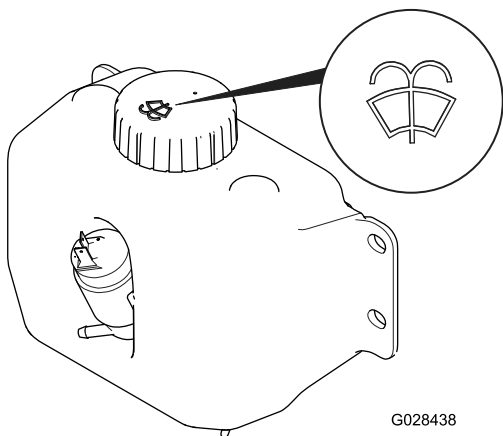

Figura 50
2. Abra el capó y localice el depósito del líquido del parabrisas (Figura 50).